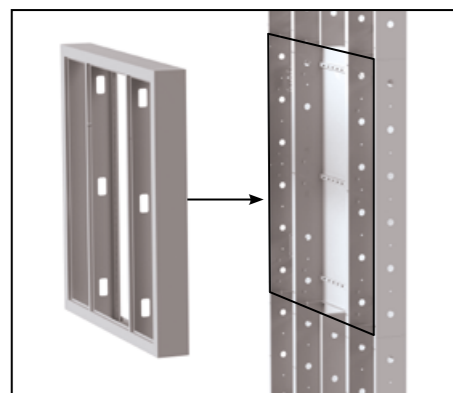

Рис. 69
6.2. Установить УЭРВ навесной [4] на центральный модуль СБ [3] и закрепить с помощью винтов М6×16 и гаек М6 с фланцем (рис. 69).